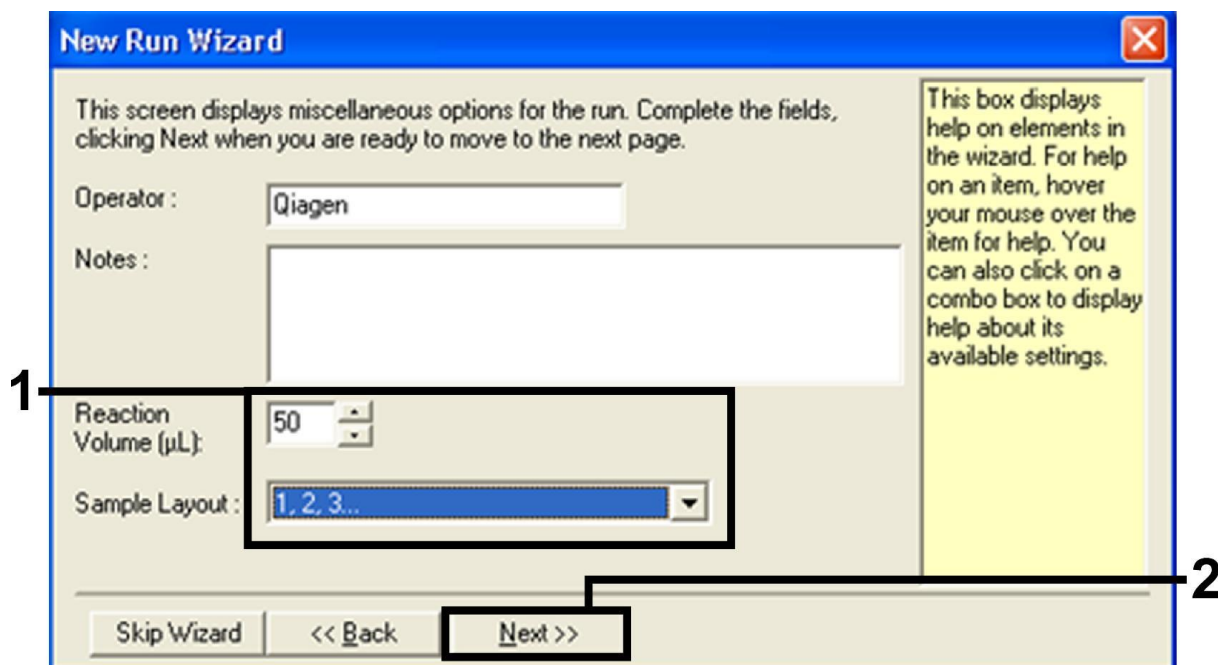

Fig. 4. Definir os parâmetros gerais de ensaio.
7. Selecciona 50 para o volume de reacção PCR e clique em “Next” (fig. 4).